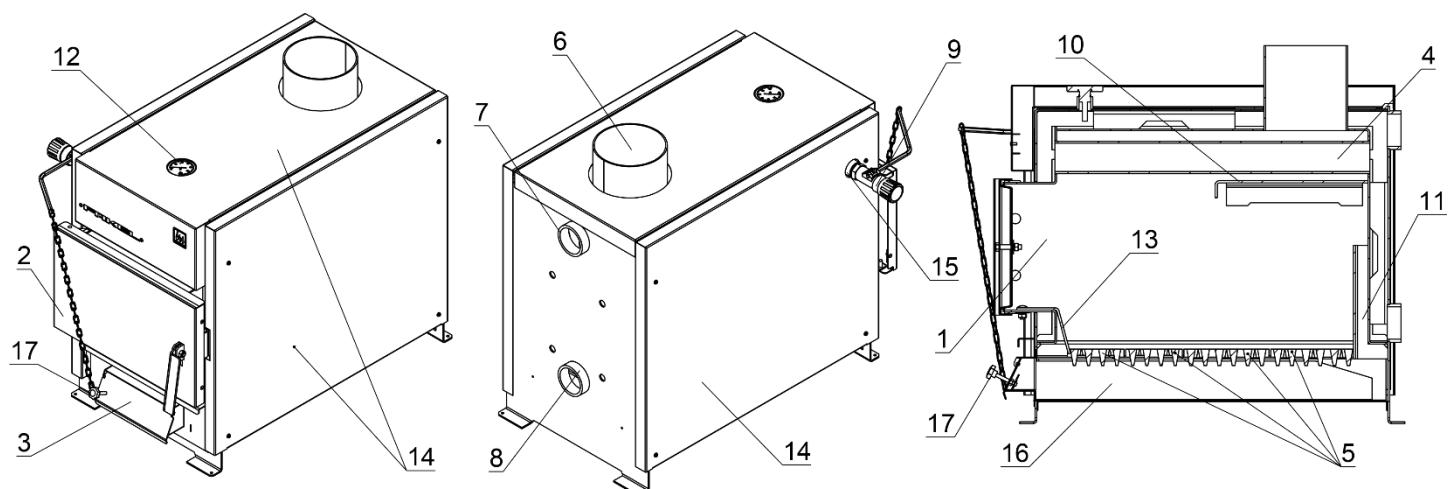

Рис. 2 Устройство котла FAKEL
Водотрубные теплообменники (рис.2 поз.4), встроенные в корпус котла, максимально увеличивают КПД котла, сохраняя при этом его небольшие габариты. Теплообменники отделены сменным отбойником пламени (рис.2 поз.10).
Наружные поверхности котла облицованы защитно-декоративными панелями (рис.2 поз.14), которые предохраняют владельца котла от контакта с горячими поверхностями корпуса.
Подача, дозагрузка топлива и чистка котла производится через топочную дверцу (рис.2 поз.2).
Пожаробезопасная зольная камера с вместительным зольным ящиком (рис.2 поз.16) удобна при чистке котла.
Температуру воды в котле показывает биметаллический термометр (рис.2 поз.12), встроенный в корпус котла.
Стандартные чугунные колосниковые решетки (рис.2 поз.5), расположенные в камере сгорания котла, удобно чистить и при необходимости легко заменить.
Для повышения удобства монтажа котла, фланцы подключения отопительного контура (рис.2 поз.7,8) вынесены на заднюю стенку котла, а патрубок подключения дымохода (рис.2 поз.6) находится сверху.
Плавную регулировку подачи воздуха в зону горения производят через зольный ящик котла. На ручке выдвижного зольного ящика расположена заслонка подачи первичного воздуха (рис.2 поз.7) с ручкой регулировки (рис.2 поз.17).
Для автоматической регулировки горения необходимо установить регулятор тяги (не входит в комплект поставки котла) в патрубок (рис.2 поз.15), расположенный на боковой стенке котла. Принцип действия регулятора - механический, соответственно при его использовании энергонезависимость котла полностью сохраняется.
- Установите вращением ручки регулятора значение 60. При достижении и стабилизации температуры котловой воды 60°C закрепите второй конец цепочки на заслонке подачи воздуха (рис. 2 поз. 3). При этом заслонка должна быть приоткрыта на 2-3мм (регулируется ручкой (рис. 2 поз.17), а цепь должна быть немного свободной.